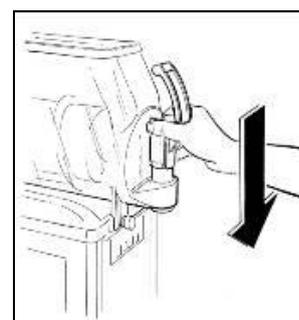

Fig. 17
- **V**uelva a montar el grifo (fig.17) aplicando la grasa de vaselina en las empaquetaduras para facilitar el deslizamiento del mismo en su asiento hasta la completa introducción.